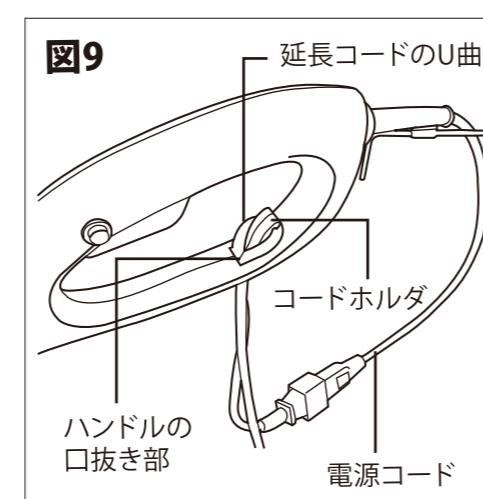

図9
- 延長コードをUの字に折り曲げ、ハンドルの口抜け部に通してコードホルダに引っ掛けてください。(図9)